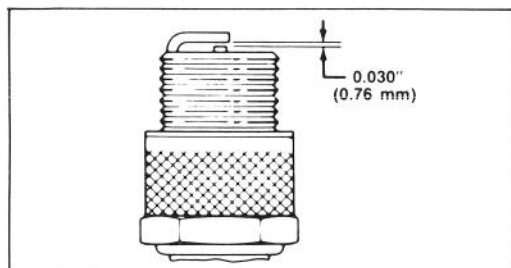

Abbildung 29
AUSWECHSELN DER ZÜNDKERZE (Abb. 29)
3. Den Elektrodenabstand der neuen Zündkerze auf 0,76 mm einstellen (Abb. 29). Dann die neue Kerze in den Zylinderkopf einschrauben und auf 20,4 Nm anziehen. Wird kein Drehmomentschlüssel verwendet, die Kerze fest anziehen.